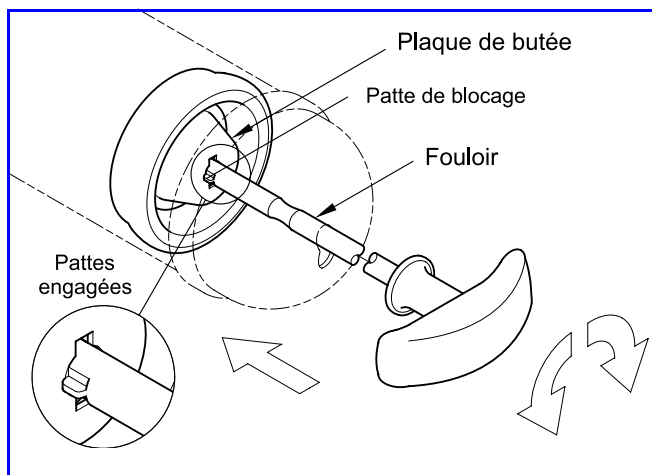

Figure 4 Tige de fouloir engagée dans la plaque de butée
3. Tourner la tige et permettre aux pattes de blocage d'entrer en contact avec la plaque de butée. Se reporter à la **figure 4**.
2. Tourner la tige et permettre aux pattes de blocage d'entrer en contact avec la plaque de butée. Se reporter à la **figure 4**.